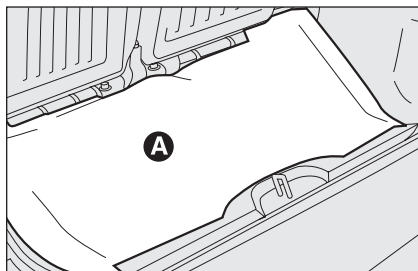

fig. 2
- ☐ levantar la alfombra del piso del maletero **A**-fig. 2;